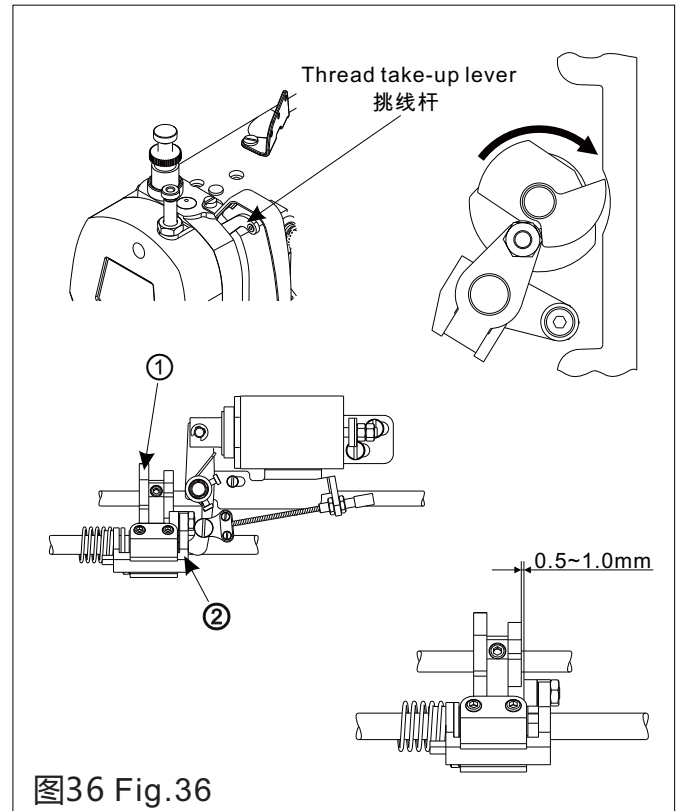

图36 Fig.36
### 5.安装剪线凸轮 (图36)
- 2)手动打开电磁铁，移动并旋转剪线凸轮①，直到接触凸轮曲柄②的滚柱，然后固定凸轮。
- 3)关闭电磁铁，使凸轮曲柄②回复到原始位置，这样凸轮①与凸轮曲柄②的滚柱端面会产生0.5~1.0mm的标准间隙。
5. Installing the trimming cam(Fig.36)